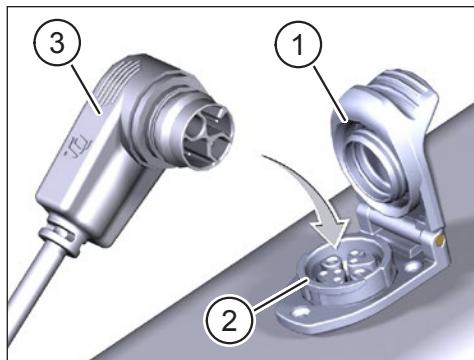

fig. 1: Charger la Battery
- ▶ Ouvrez le couvercle (pos. 1 de la fig. 1) sur le port de chargement (pos. 2 de la fig. 1) dans le cadre du vélo.
- ▶ Orientez la prise du Charger ou du Range Extender (pos. 3 de la fig. 1) de manière à ce que les codes de la prise du Charger et du port de charge correspondent.
- ▶ Branchez la prise (pos. 3 de la fig. 1) du Charger ou du Range Extender dans le port de charge.